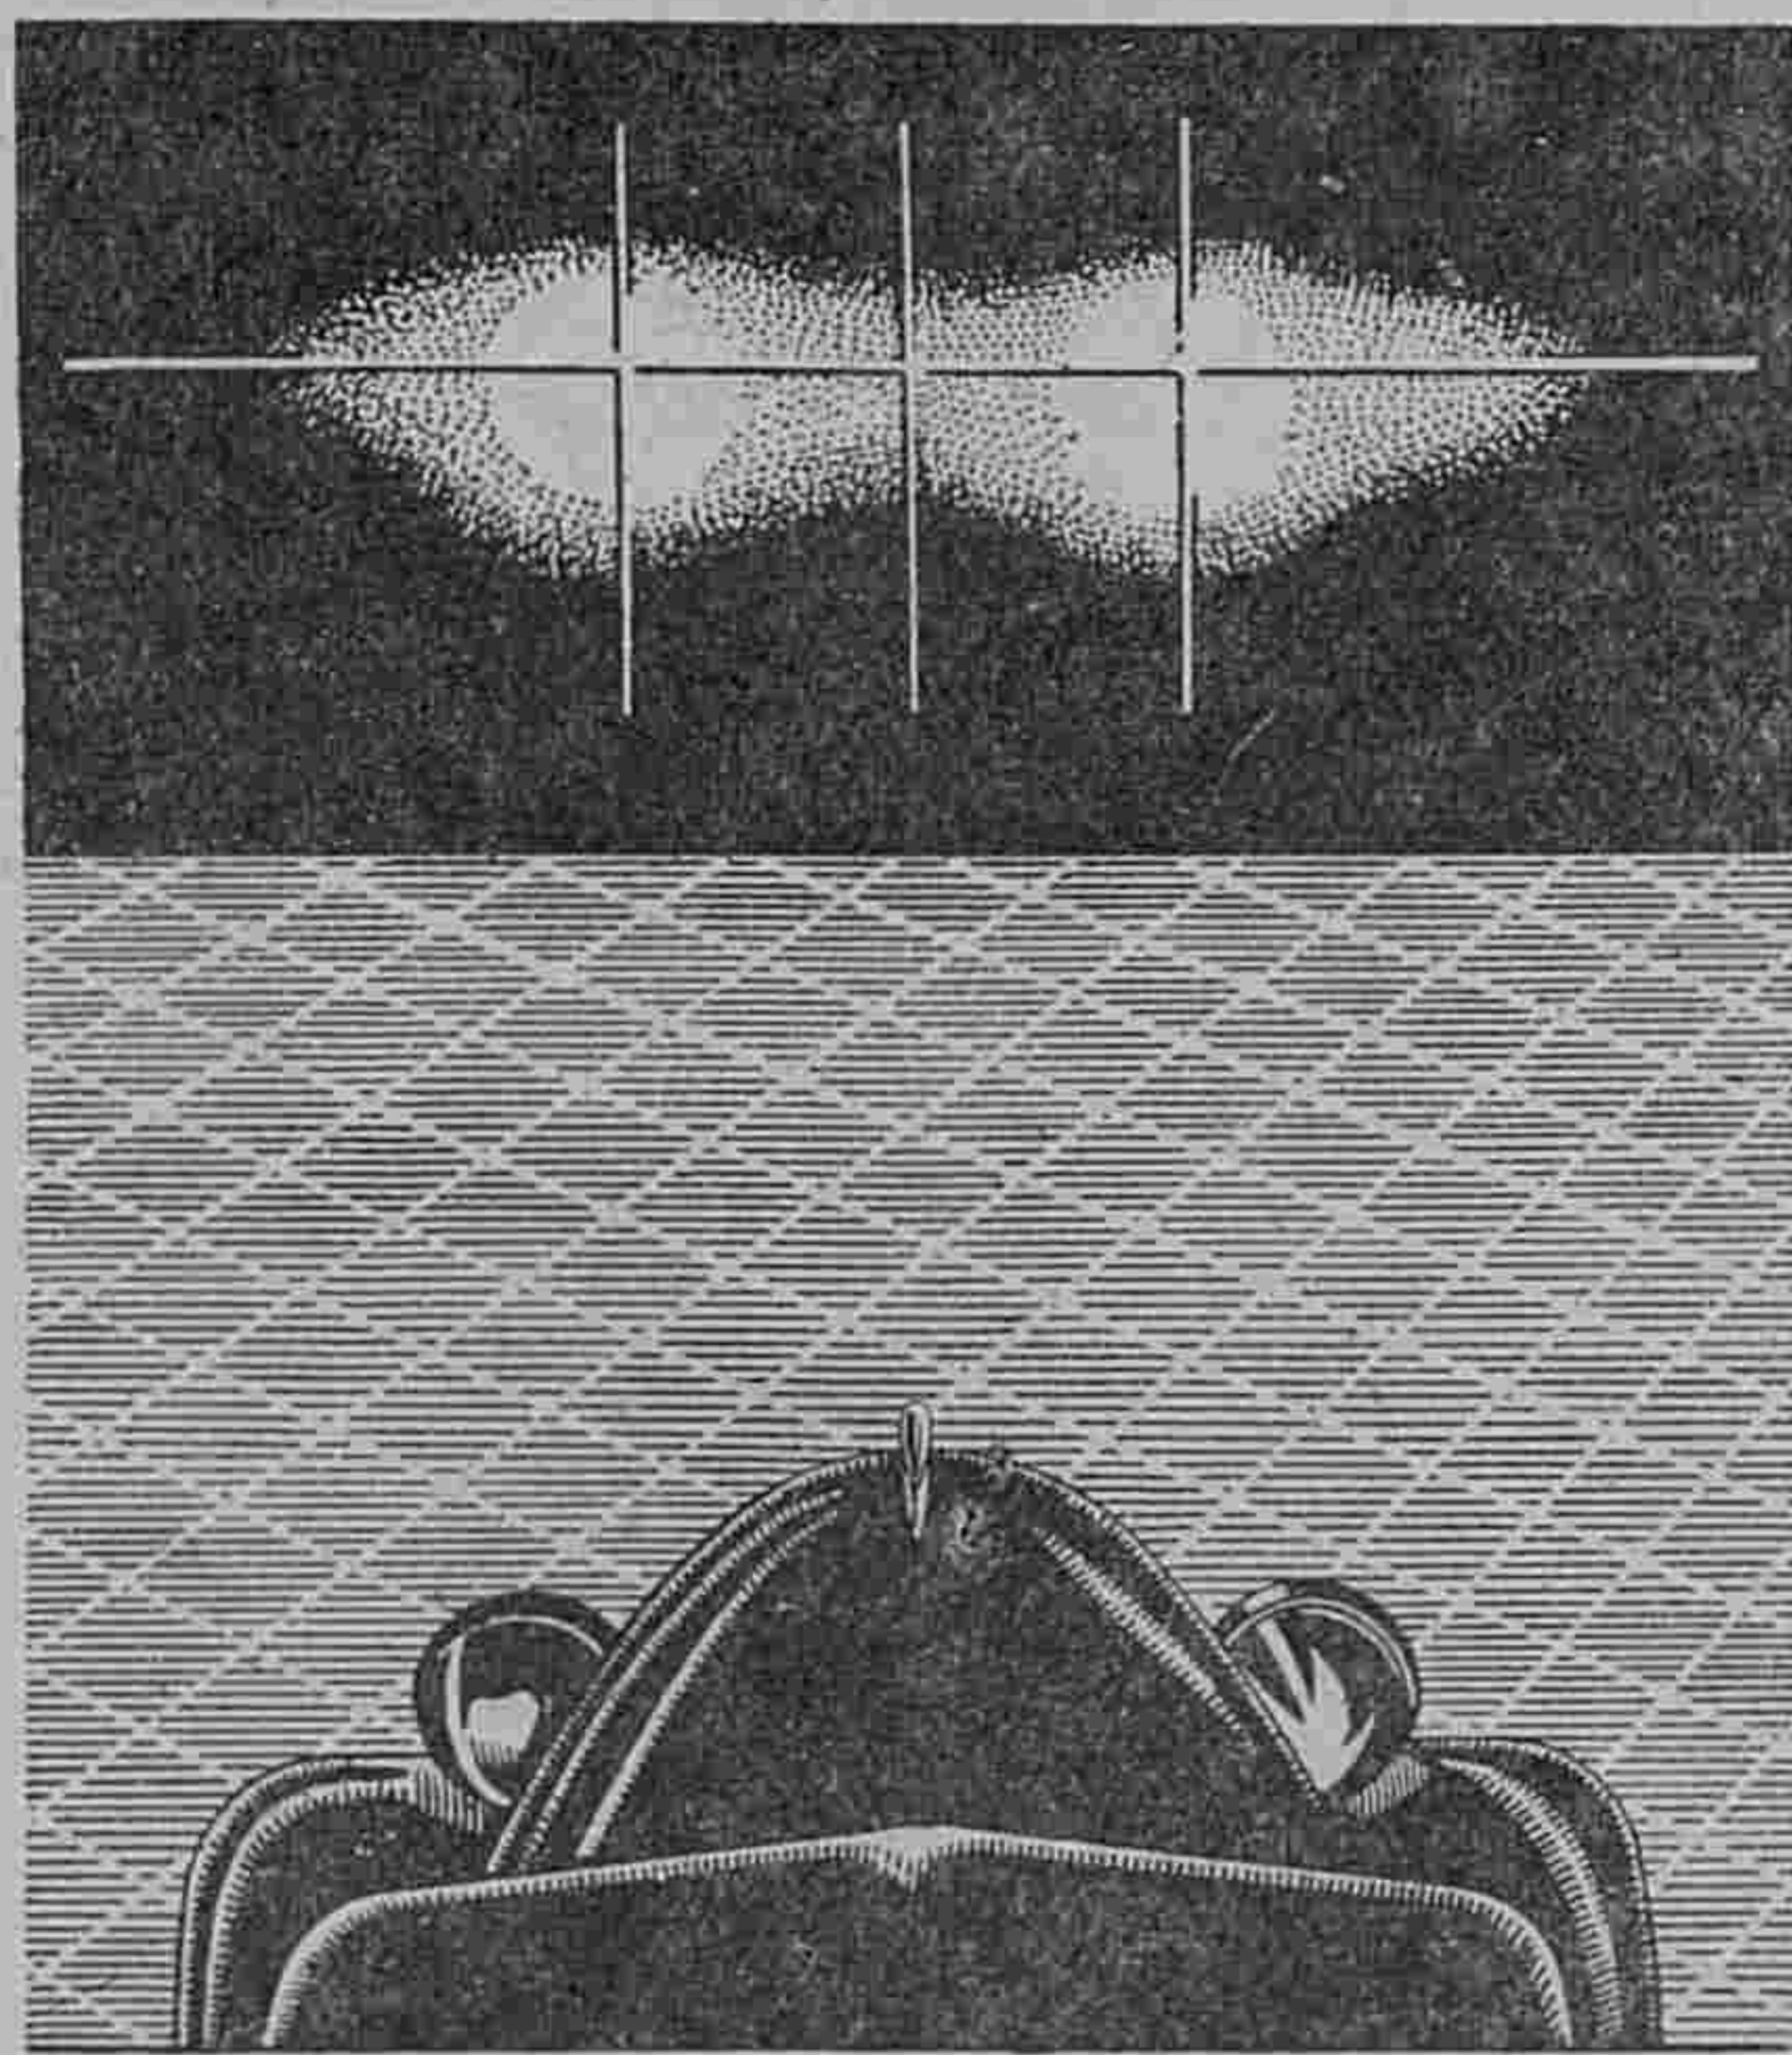

Рис. 21. Пятно света от двух фар
4. После того как отрегулирована каждая фара в отдельности, проверяется общее пятно дальнего света от двух фар. Оно должно располагаться так, как это показано на рис. 21.